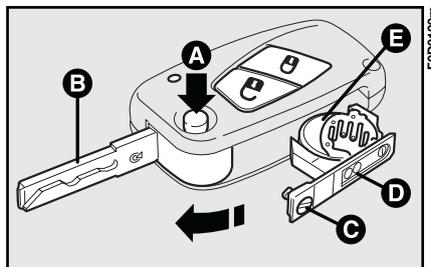

fig. 7
– presione el botón **A-fig. 7** y ponga la pieza metálica encajada **B** en posición de apertura;